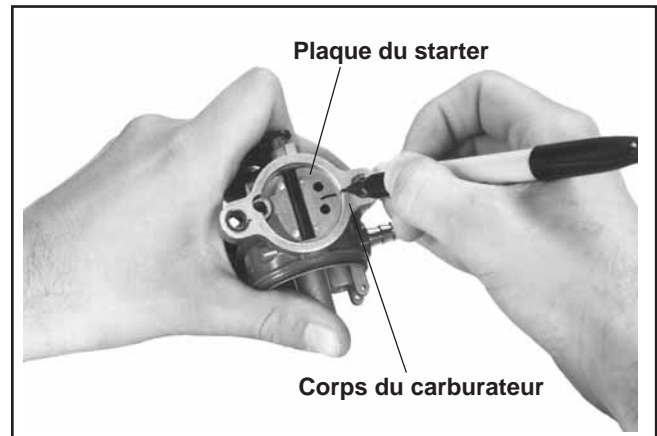

Figure 5-10. Marquage de la plaque du starter et du corps du carburateur.
1. Les bords de la plaque du starter étant biseautés, marquer la plaque et le corps du carburateur afin d'assurer une remise en place correcte. Voir la figure 5-10.